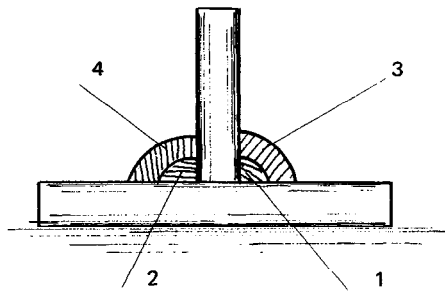

Figura 2.102
2. Cuando las piezas formen una "T", alterne el depósito de los cordones (Figura 2.102) para evitar deformaciones.